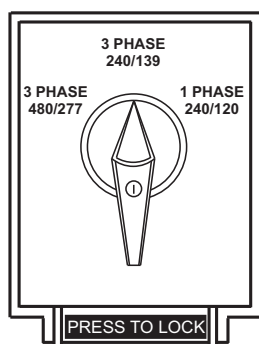

Figure 41. Sélecteur de tension
2. Assurez-vous que le **sélecteur de tension** (Figure 41) a été configuré pour la tension de sortie souhaitée.